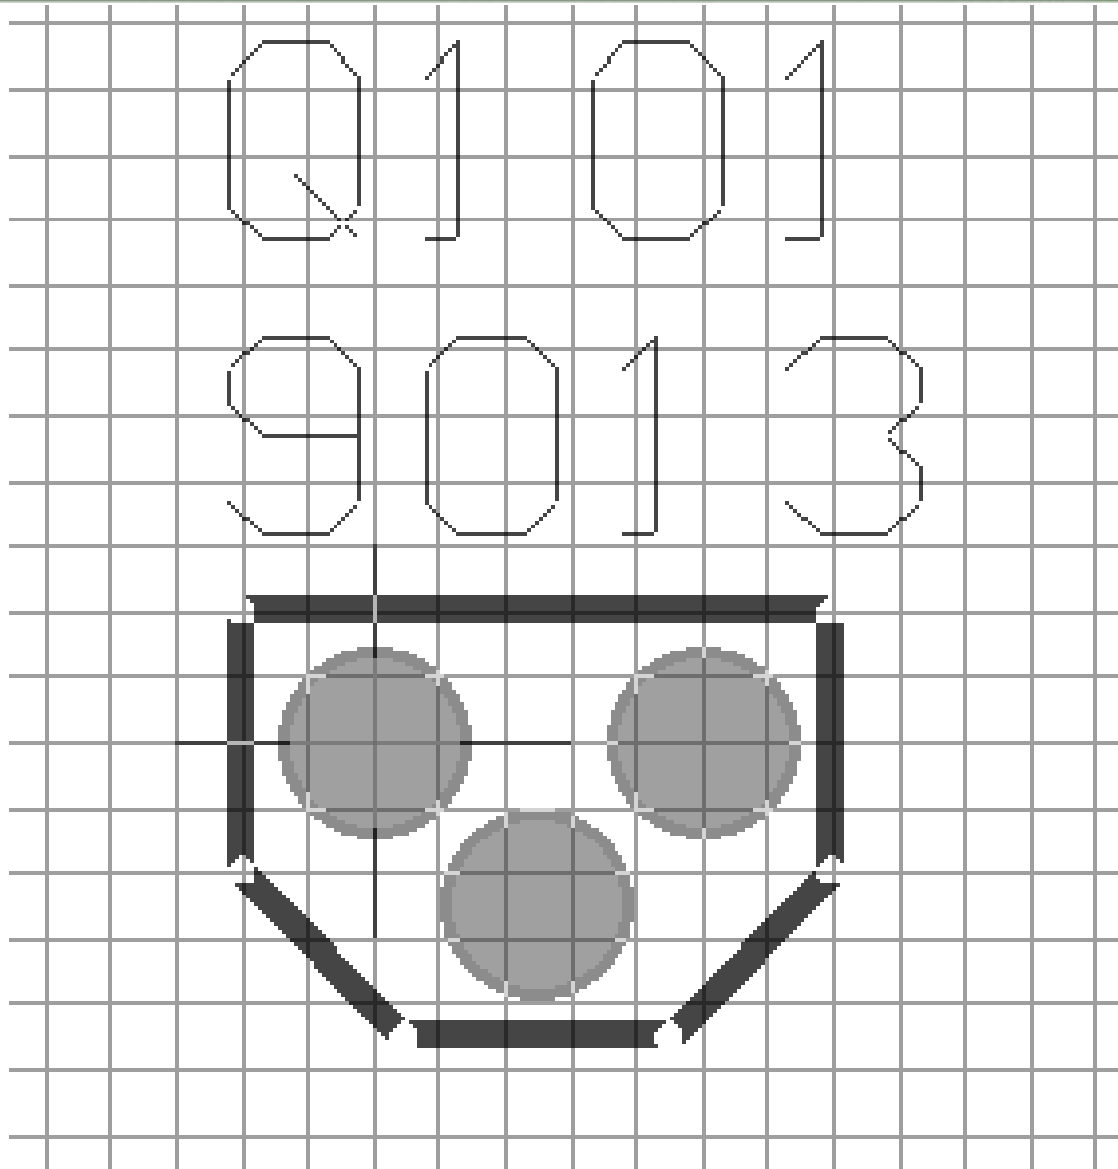

图5-13 处于浮动状态的元件封装图
(2) 然后单击“OK”按钮，所选元件的封装图即出现在PCB编辑区内，如图5-13所示。其实，在如图5-2所示的“Browse PCB”窗口中，在“Components”（元件列表）窗口内找出并单击元件封装图（如TO-92A）后，再单击“Components”（元件列表）窗口下的“Place”按钮，将元件直接拖进PCB编辑区内。这样来完成元件放置操作会更简单（这与在SCH编辑状态下，放置元件的操作方法完全相同）。